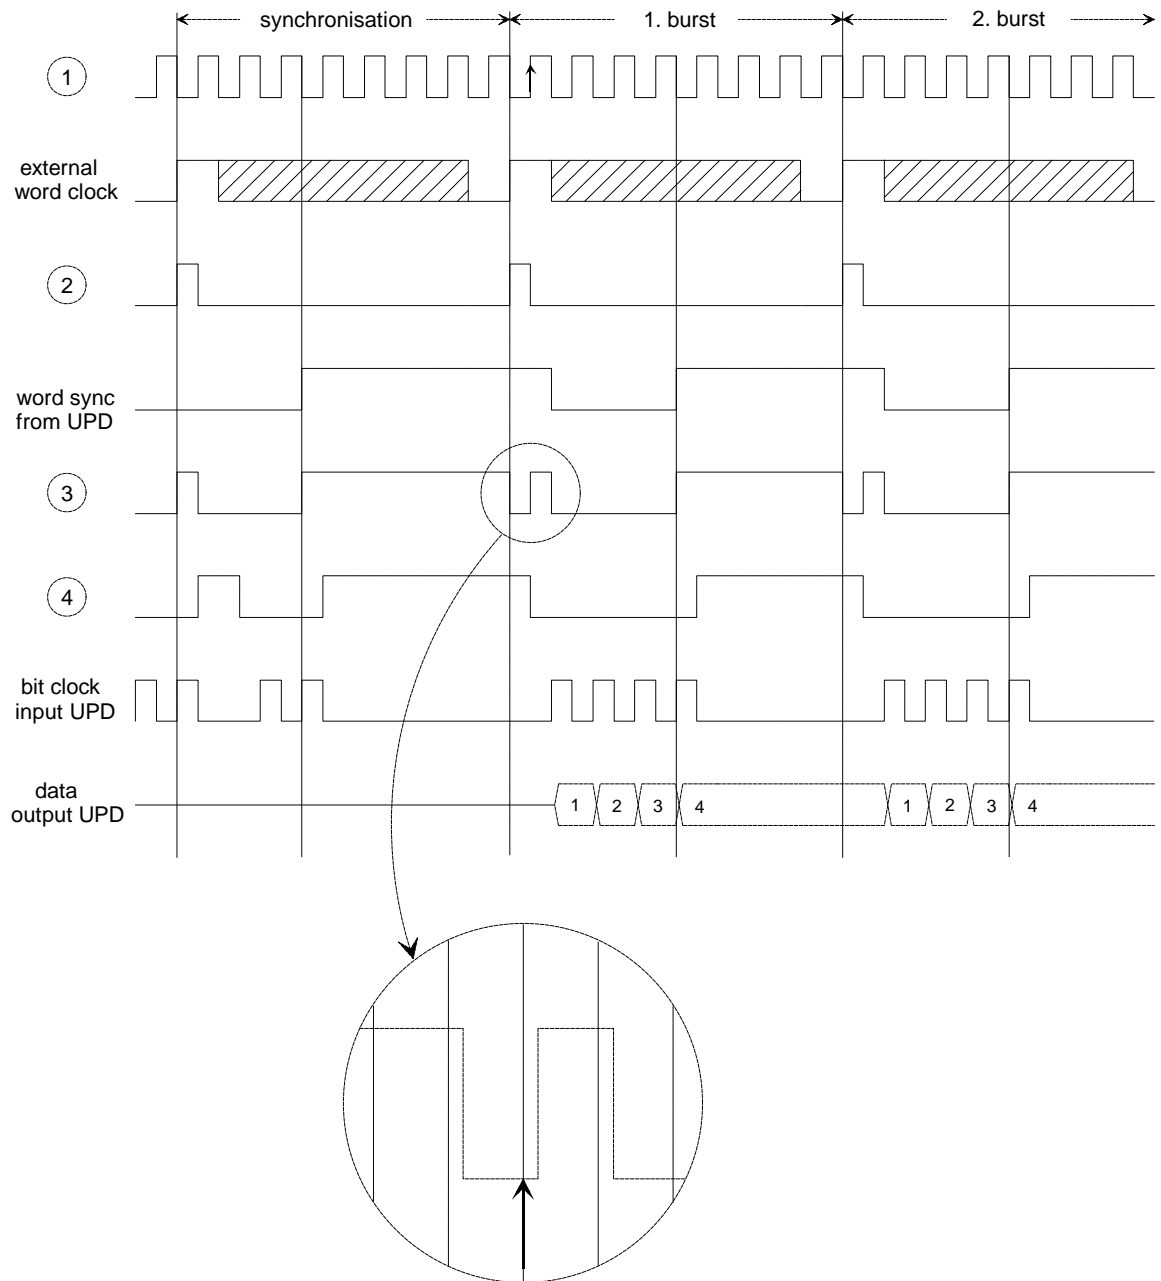

Bild 5: Timing-Diagramm der externen Beschaltung des UPD-Datengenerators
Die Funktionsweise der Schaltung lässt sich am besten mit Blick auf das Timing-Diagramm erklären, das in Bild 5 dargestellt ist.
Wie aus dem Timing-Diagramm in Bild 5 ersichtlich, wird das externe Wordclock-Signal mit der fallenden Flanke des Taktsignals ① übertragen. Bereits mit der nächsten fallenden Taktflanke wird das erste Datenbit umgeschaltet. Für manche Anwendungen kann es nötig sein, die Datenbits um einen Takt zu verzögern. Dies ist bei der hier beschriebenen Schaltung sehr einfach möglich, indem an Punkt ein Inverter eingefügt wird. Hierzu kann beispielsweise das noch nicht benutzte NOR-Gatter des Bausteins 74HCT02 verwendet werden.